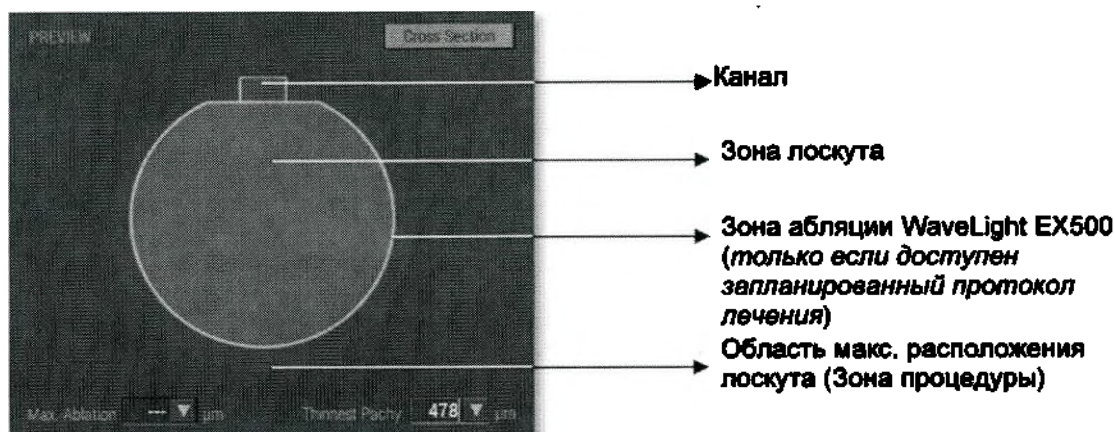

Рисунок 86: Окно планирования – Этап 03 - Стандартный лоскут – ПРЕДВАРИТЕЛЬНЫЙ ПРОСМОТР – Только лоскут
- Выбор «**PREVIEW** (Предварительный просмотр)» показывает размеры лоскута в целом относительно глаза и профиль абляции глаза (см. рисунок 86 ниже). Также в области лоскута будет показан профиль рефракционной абляции при выборе данных «Planned Treatment» («Плановое лечение») – см. Рисунок 76 "Окно планирования - Стандартный лоскут – Этап 03 - Плановое рефракционное лечение").